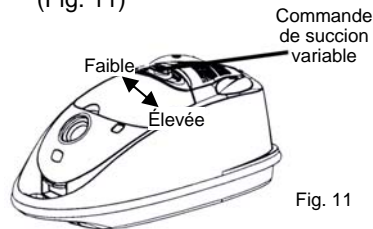

Fig. 11
2. Pour revenir au mode de suction puissante, faites glisser le bouton à la droite jusqu'à ce qu'il s'arrête. (Fig. 11)